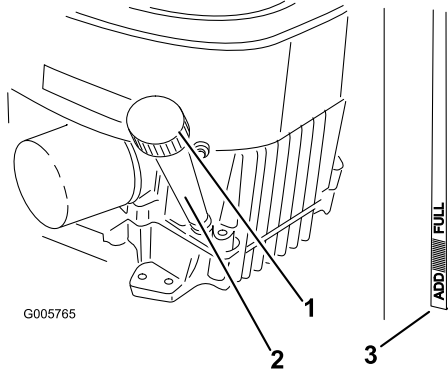

Figura 27
- Limpie alrededor de la varilla de nivel de aceite (Figura 27) para impedir que caiga suciedad por el orificio de llenado y cause daños en el motor.
- Desenrosque la varilla de aceite y limpie el extremo (Figura 27).